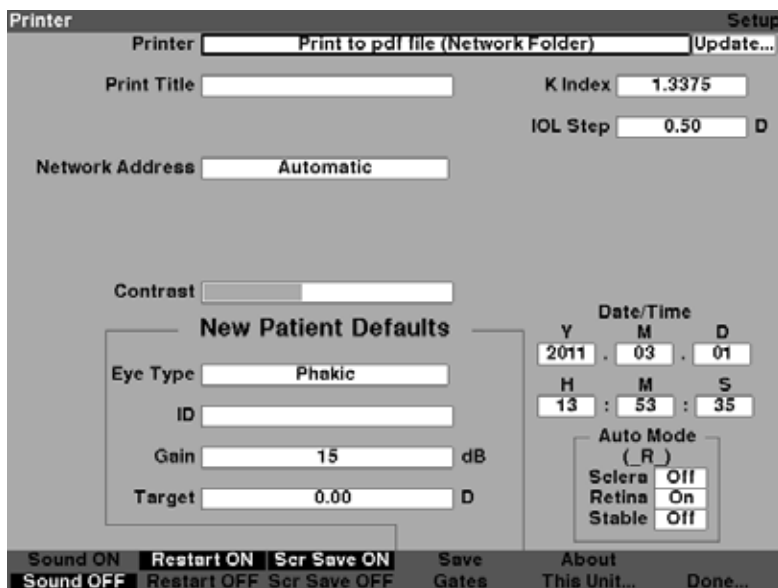

Figura 5-20 Campo da impressora selecionado
1. Dentro da tela de Configuração, gire o botão para selecionar o campo da Impressora, indicado pela borda sólida em preto conforme mostrado na Figura 5-20.